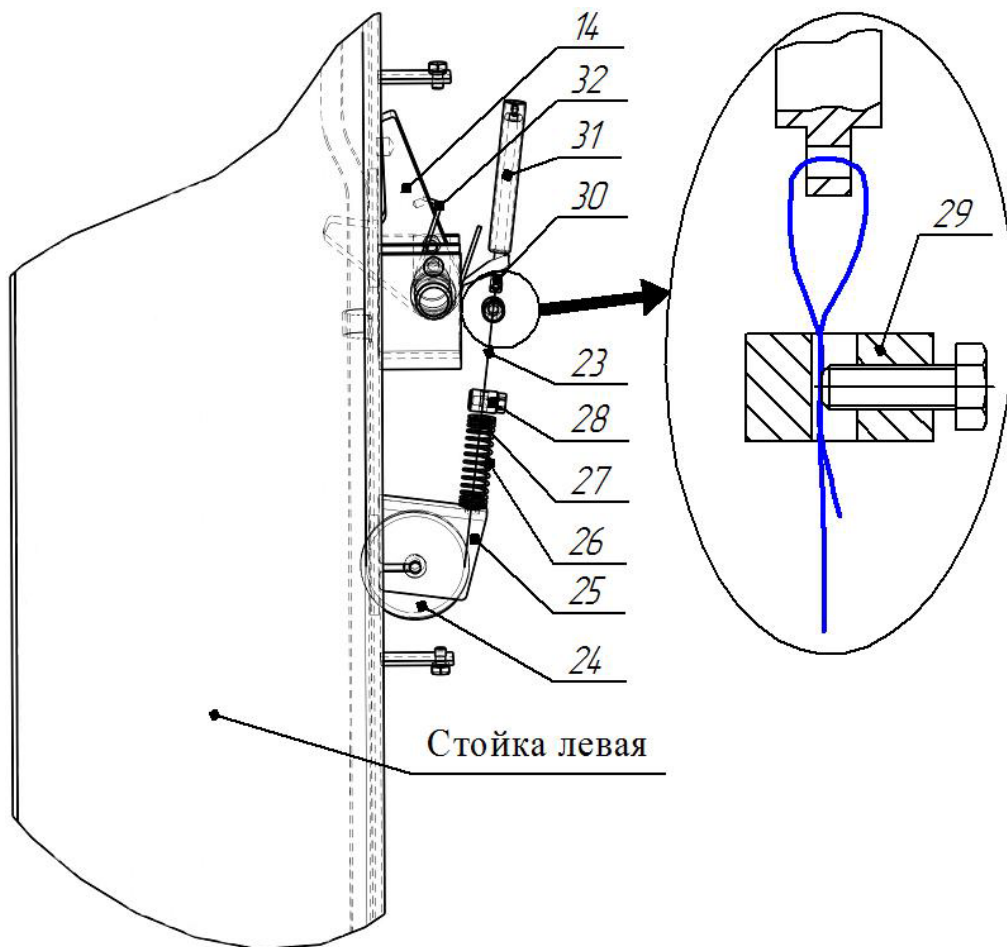

Рисунок 6.4 - Система стопорения кареток
6.6 Установить тросик системы стопорения (рисунок 6.4). Для этого снять крышку, закрывающую стопор-защелку 14 на левой стойке 2, отвернув два винта М6х10. Тросик 23 системы стопорения, закрепленный на правой стойке 1 (с насосной станцией 15), протянуть через блоки, направляющие трубки в перекладине 3 к стойки левой 2 и вывести через блок 24 и отверстие в кронштейне 25 наружу. На свободный конец тросика надеть пружину 26 со втулками 27, выбрать слабинку тросика и затянуть зажим 28, с помощью болта М6х10.